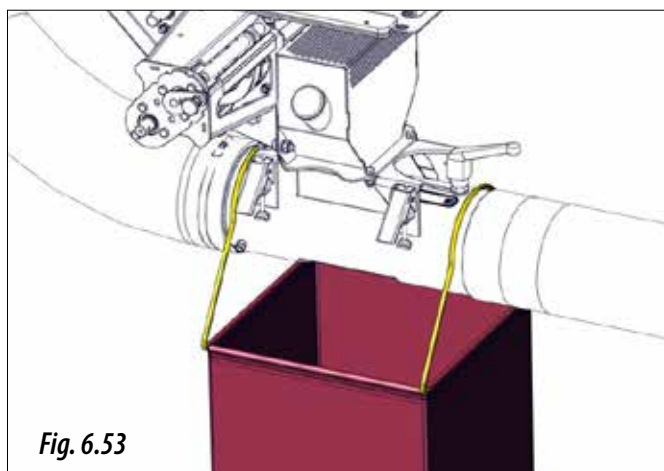

Fig. 6.53
- 4- Colocar el saco suministrado o un recipiente debajo de la salida del inyector venturi (Fig. 6.53).